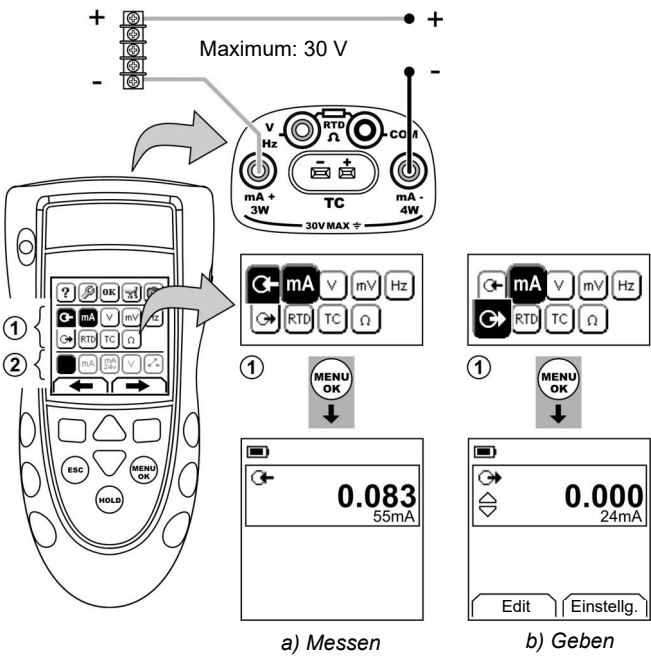

Abbildung 1: Beispielkonfiguration: Strom messen / geben mit externer 2-Leiter-Speisespannung (Bereich ①)
1. Schließen Sie das Gerät an (Abbildung 1, 2 oder 3) und ändern Sie ggf. die Option *Konfig.* (Tabelle 1).